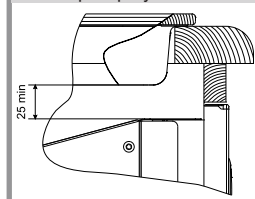

рис. 2
■ При совместной установке варочной панели и жарочного электрошкафа необходимо учитывать выступание корпуса варочной панели из нижней части столешницы и верхней части корпуса жарочного электрошкафа. Соприкосновение не допускается. Рекомендуемый воздушный зазор не менее 25 мм (рис. 2).